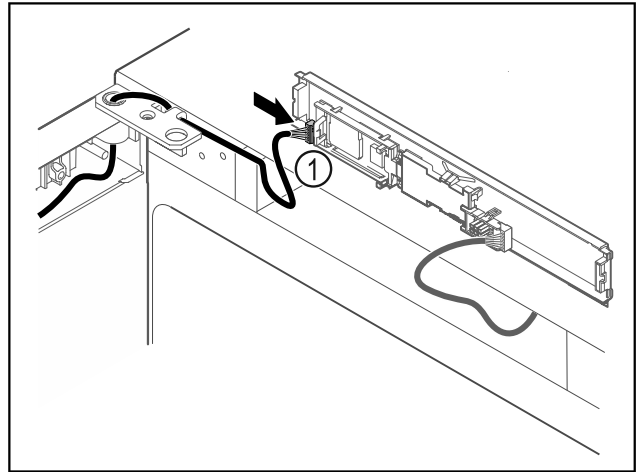

Fig. 65
- ▶ Συνδέστε το φιν Fig. 65 (1) στην πλακέτα.